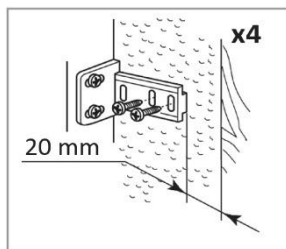

Fig.11
- Sur le support, localisez la glissière et fixez-la à la porte d'habillage à 20 ou 22 mm du bord de l'habillage, comme indiqué Fig. 11, en vérifiant que la glissière est positionnée au centre et à l'horizontale dans le support. Serrez fermement à la main.